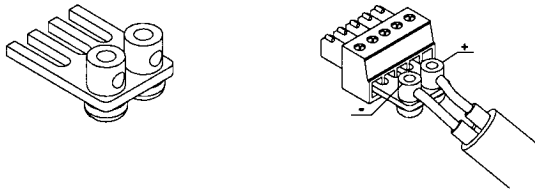

Рисунок 1.1 Внешний вид адаптеров термопар АТПИ (АТП)
- через внешние винтовые колодки со встроенным датчиком температуры "холодного спая" – адаптер АТПИ. Сечение жил – до 3,5 мм2 (рисунок 1.1);
- через внешние винтовые колодки без датчика температуры "холодного спая" – адаптер АТП. Сечение жил – до 3,5 мм2 (рисунок 1.1);